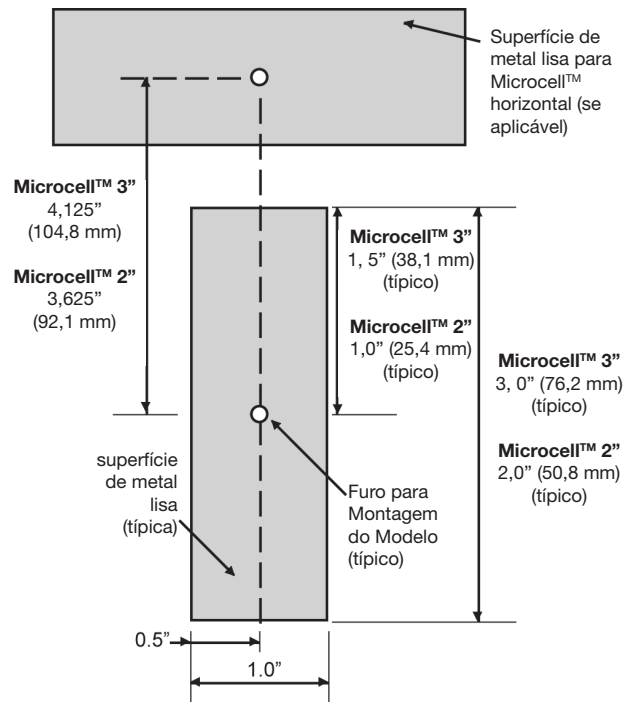

Figura 3-7. Superfície de montagem preparada.
1. Vide Figura 3-7. No centro do local vertical de montagem do Microcell™, faça um furo profundo de ¾" (19 mm) com a broca nº 29. Isso produz o furo de montagem do modelo. Repita o procedimento para a Microcell™ horizontal (se aplicável).
2. Vide Figura 3-7. Marque a área de preparação da superfície para a Microcell™ vertical e Microcell™ horizontal (se aplicável).